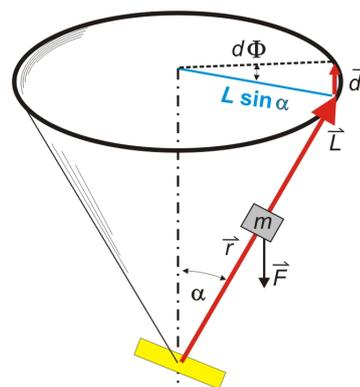

Abbildung 3
Für die Winkelgeschwindigkeit der Präzession ω_p erhält man aus Abb. 3 und Gl. (1) $|\vec{\omega}_p| = \omega_p$